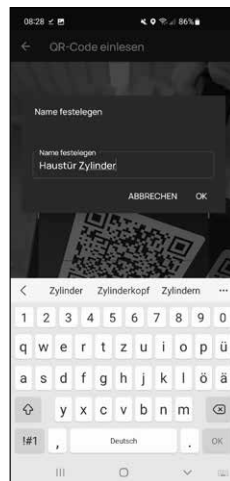

Fig. 6
- 7 Dans la fenêtre suivante, on vous demande un nom pour le cylindre. En cas d'utilisation de plusieurs cylindres et composants secuENTRY, il est recommandé de nommer le cylindre de manière à ce que vous puissiez reconnaître immédiatement de quoi il s'agit et où le cylindre est situé ou fixé. Dans l'exemple de cette notice, le cylindre est dénommé « cylindre porte d'entrée ». Confirmez le nom par « OK » (Fig. 6).